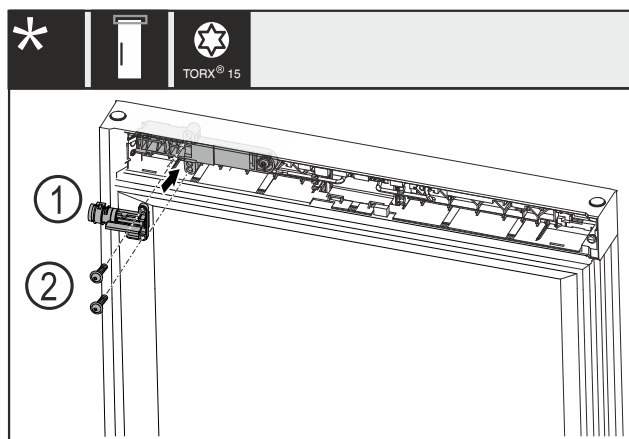

Fig. 14
- Tourner le verrou mécanique Fig. 14 (1) de 180° et le monter du côté opposé.
- Fixer le verrou mécanique Fig. 14 (1) avec les vis Fig. 14 (2).